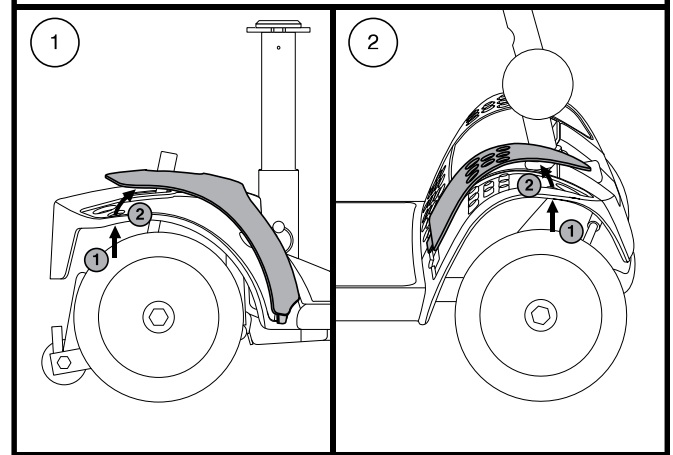

Figure 16. Panneau aile
2. Poussez dans l'orifice afin de séparer le panneau du Travel Scooter. **Voir la figure 16.**
NOTE: Lors de l'installation des panneaux d'ailes arrière et avant, assurez-vous de bien insérer l'onglet dans sa fente avant de fixer le panneau en place. **Voir la figure 16.**